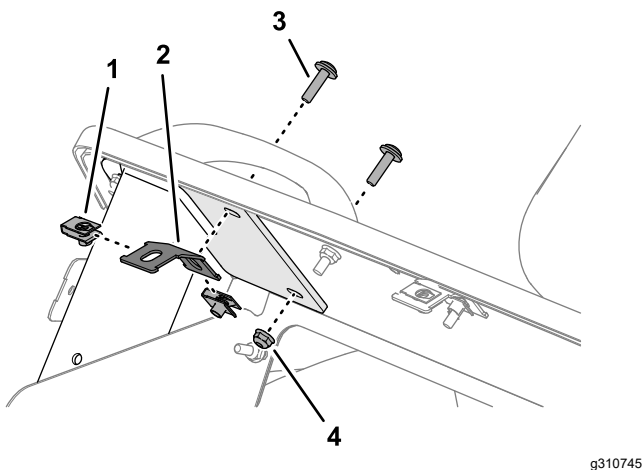

Рисунок 133
1. Отверните 2 винта с плоскоконическими головками и крестообразными шлицами (¼ x 1 дюйм) и контргайку (¼ дюйма), которые крепят кронштейн капота к приборной панели (Рисунок 133).
2. Снимите 2 гайки с зажимами (¼ дюйма) с кронштейна капота (Рисунок 133).